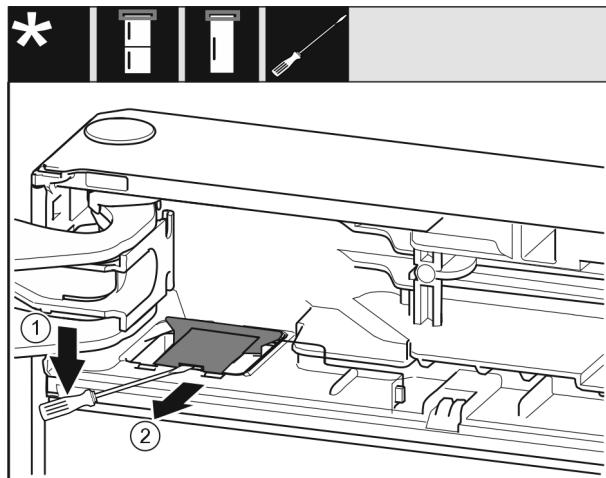

Fig. 10
► Utilice un destornillador de punta plana para soltar la cubierta Fig. 10 (1).
► Retire la cubierta Fig. 10 (2).